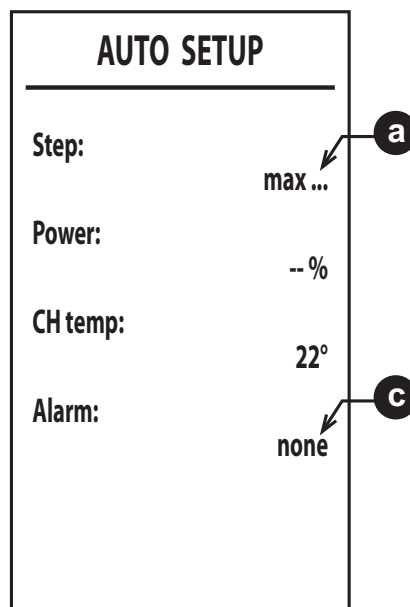

fig. 51
6. Dopo l'accensione, il bruciatore si posiziona in riscaldamento alle varie potenze (max, med, min) indicate dal punto **a** (fig. 51).
8. Qualora la sequenza di accensione descritta al punto “6” non sia andata a buon fine, compare la scritta **max_err** al punto **a** e un codice di errore al punto **c** (fig. 51).